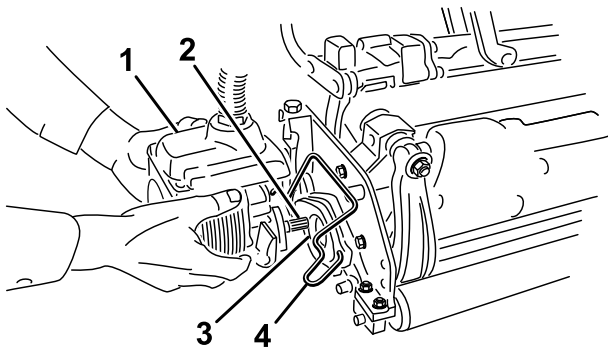

Bild 38
6. Schmieren Sie Keilwelle des Mähwerkmotors mit sauberem Schmiermittel ein (Bild 38).
7. Setzen Sie den Motor in die linke Seite des Mähwerks (aus Sicht der Bedienerstellung) und ziehen Sie die Motorbefestigungsstange am Mähwerk zum Motor, bis Sie einen deutlichen Klicken von beiden Seiten des Motors hören (Bild 38).